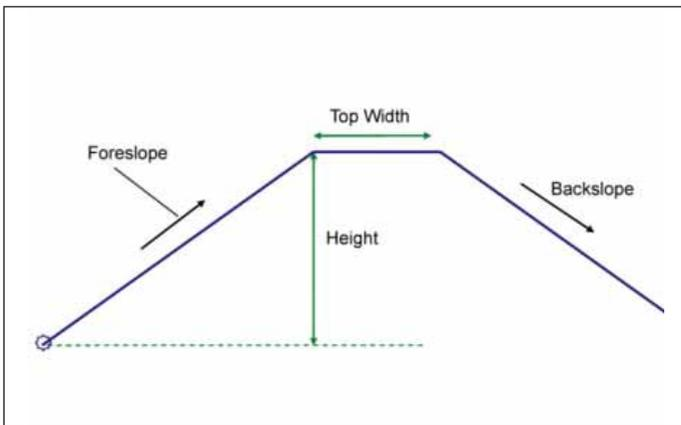

Рис. 30
- *SimpleNoiseBarrier* – узел используется для вставки шумового барьера с возможностью определения верхнего слоя почвы (рис. 30).